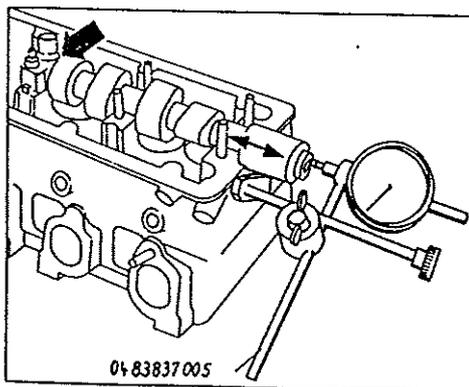

Bild 34: Axialspiel der Nockenwelle
- (1) Kombischrauben
- (2) Sechskantmutter
- (3) Lagerdeckel
- (4) Nockenwelle
- Axialspiel überprüfen (siehe Bild 34)